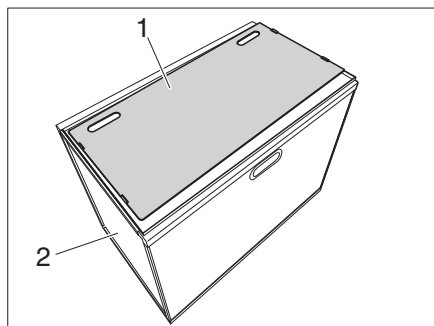
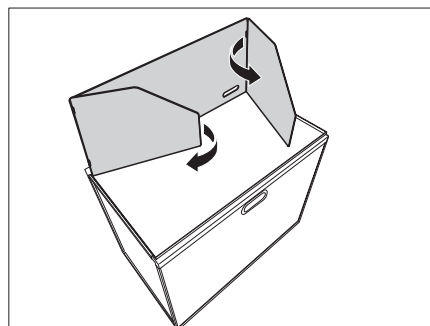

Figure 23 Retirer le pare-vent
Figure 24 Mettre en place la partie arrière et les parties latérales
- Retirer le pare-vent (Figure 23, 1) de la Campbox et le déposer sur le tiroir avec espace de rangement (Figure 23, 2).
- Installer le pare-vent comme indiqué dans Figure 23 et Figure 24.